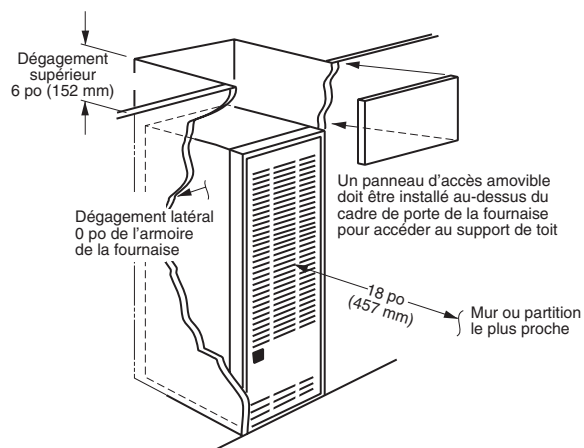
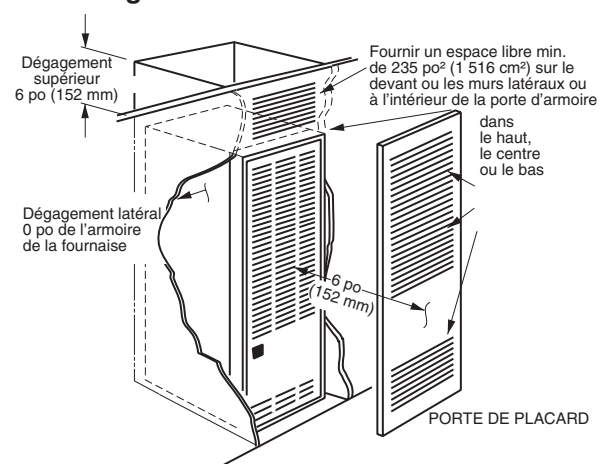
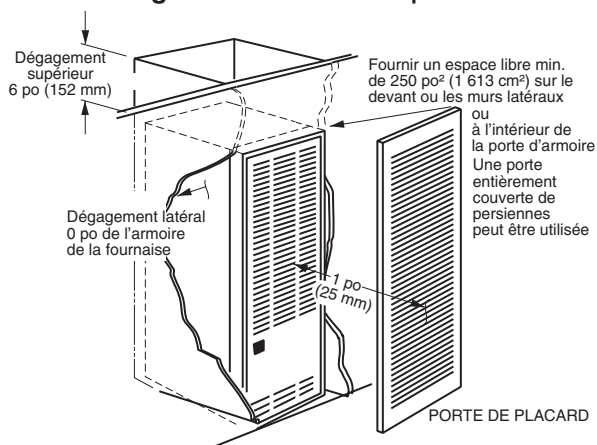

Figure 1. Installation dans une alcôve
Figure 2. Installations de placard
Figure 3. Dégagement spécial de 2,5 cm
Cet appareil de chauffage doit être installé avec un dégagement au moins égal aux minimums spécifiés dans le Tableau 1, \(page 5\). Cette fournaise doit être installée avec un dégagement amplement suffisant pour permettre un accès facile au filtre à air, à l'ensemble du souffleur, à l'ensemble du brûleur, aux commandes et aux branchements d'aération. Voyez la Figure 1, Figure 2 et la Figure 3 \(page 5\).
- Les dimensions de la pièce ou de l'alcôve doivent convenir à la taille complète des dégagements de la fournaise et de l'installation spécifiés dans le Tableau 1, \(page 5\) et dans la Figure 1 \(page 5\).